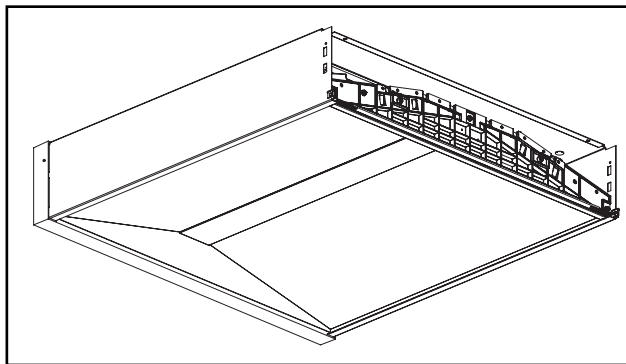

Figura 4.
4. Inserte la luminaria en el kit para superficie. La luminaria se apoyará sobre la brida inferior del kit de montaje en superficie en los cuatro ángulos. Si la luminaria no está correctamente apoyada sobre la brida inferior, levántela y muévela hasta que quepa en su lugar. (ver Figura 4)